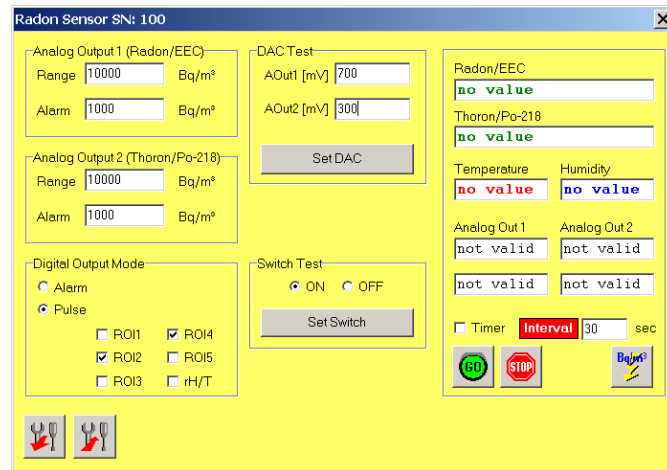

Abbildung 5.6.: Zusätzliche Einstellmöglichkeiten für die *Analogensensoren*
-  Öffnet das in Abbildung 5.6 gezeigte Dialogfenster für die erweiterten Setup- und Testfunktionen der Analogsensoren.